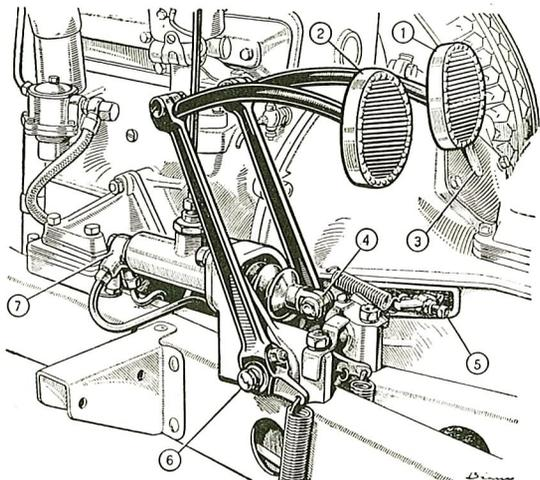

Fig. 65. — Pedaleria e pompa dei freni idraulici.
Il ripristino del giuoco, in seguito ad usura delle guarnizioni della frizione, si ottiene svitando la vite di registro (5) della levetta orizzontale di comando della frizione stessa e fissandola poi con il relativo controdado (fig. 65).